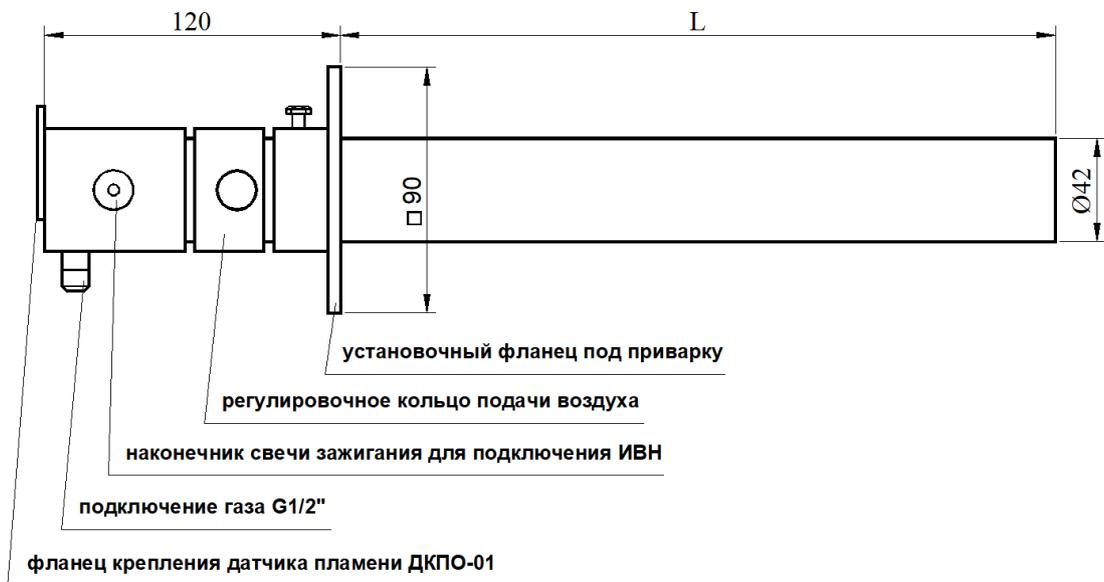

Рис. 1. Общий вид ЭИВ.
8.2.3. Перед установкой в тубус закрепить на фланце ЭИВ (см. рис.1) датчик контроля пламени ДКПО-01 (приобретается отдельно).
8.3.2. Регулировка процесса горения осуществляется изменением количества подаваемого воздуха на горение при помощи регулировочного кольца (см. рис.1). Факел должен быть соломенно-голубого цвета. Длина факела в пределах 0,3-1,0 м.